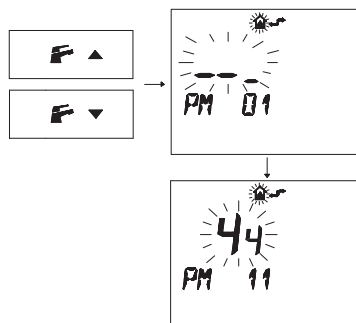

Figura 5.44
- Premere i pulsanti  o  per visualizzare la programmazione "PM11" della postcircolazione pompa (Figura 5.44).